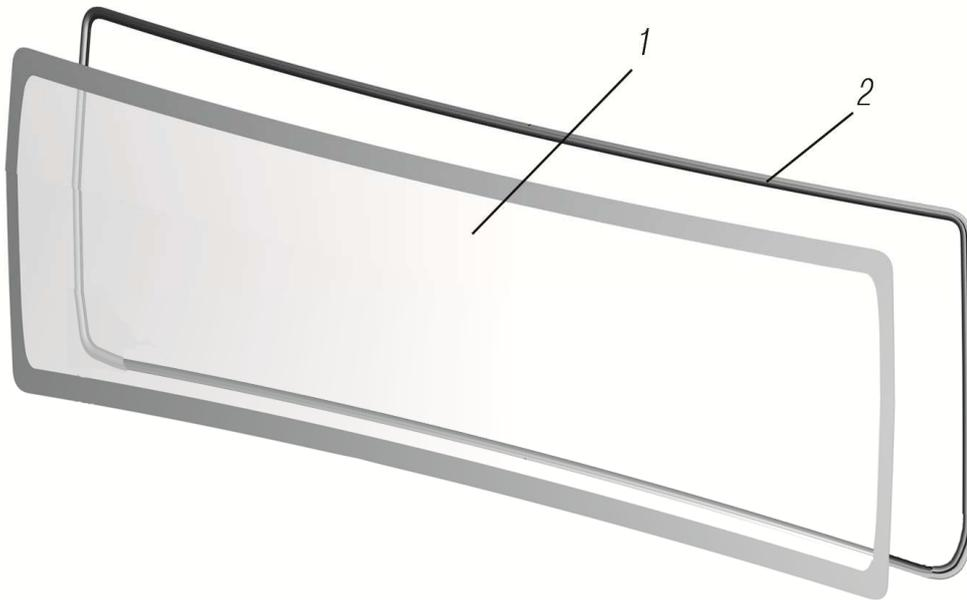

Рисунок 7.12
*¹ См. рисунок 7.12
See figure 7.12